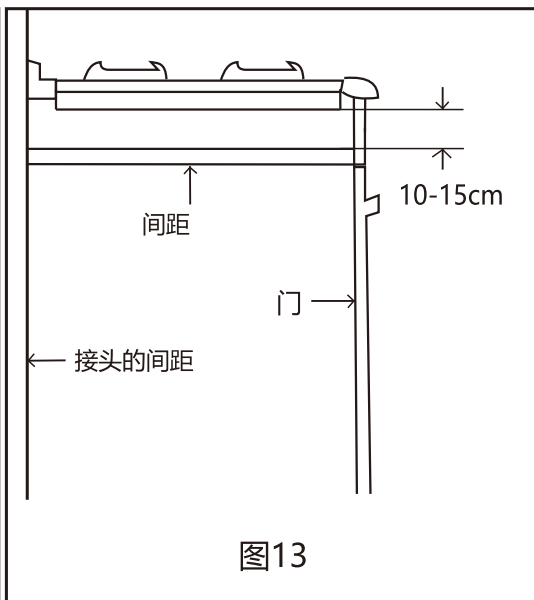

图13
- √ 在厨柜内，灶台底部与其他装置或内部隔板的上表面之间，必须有至少10-15厘米的间隙（图13）。